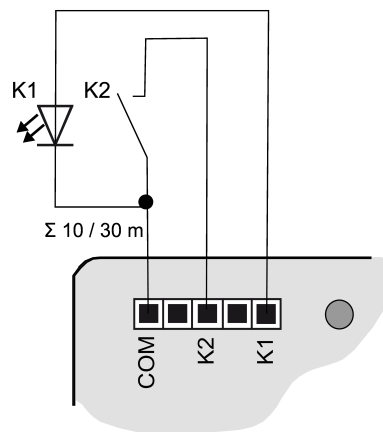
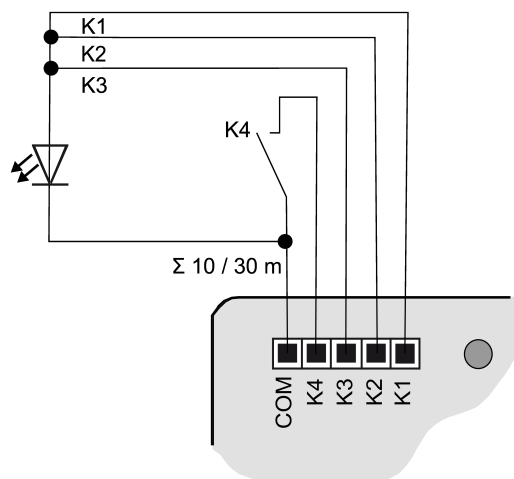

Figure 3: Exemple de raccordement de l'interface de bouton-poussoir double
Figure 6: Exemple de raccordement avec des sorties en parallèle
- Raccorder les boutons-poussoirs, les commutateurs, les contacts, les LED ou les NTC conformément aux exemples de raccordement avec les câbles de raccordement fournis (4) (voir figure 3) à (voir figure 6). Les exemples de raccordement illustrent l'utilisation avec des entrées et des sorties.
- i** Pour l'augmentation du courant de sortie, il est possible de brancher des sorties en parallèle avec le même paramétrage. Dans l'exemple (voir figure 6) **K1-K3** sont ici branchés en parallèle.